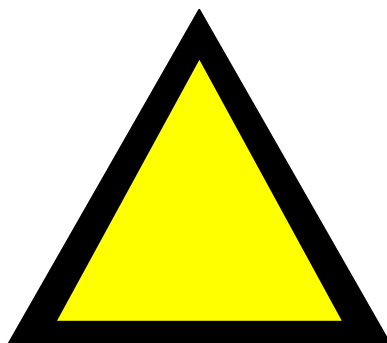

Figura 5. Señal de advertencia
9.5 De advertencia (véase figura 5)